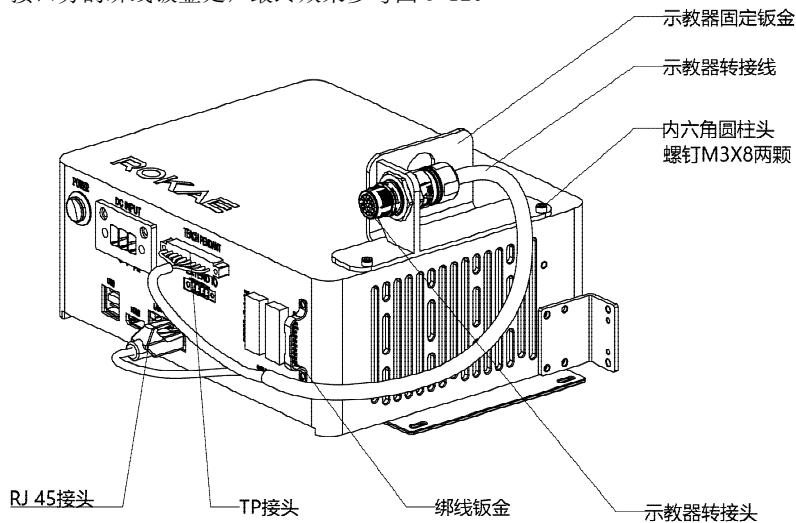
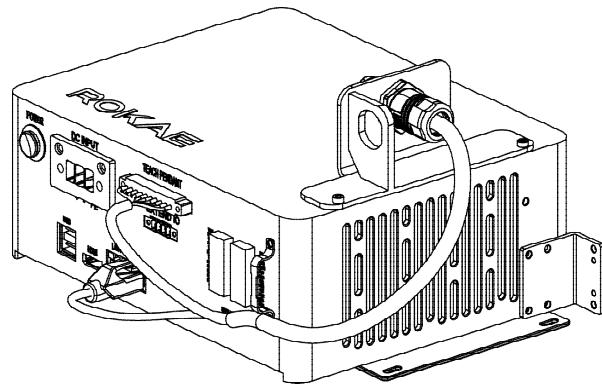

图 5-12 安装示教器转接线束
图 5-14 示教器固定钣金朝左安装示意图
(3) 将示教器转接线接头穿过钣金，并用活动扳手将示教器转接头的螺母拧紧，使示教器接头固定在钣金上面。如下图 5-12 所示。
(4) 教器转接线的 xPad 接头和 RJ45 接头分别与控制柜的 TEACH PENDANT 接口（原 xPad 接口）和 LAN2 接口对插（注意接口，请勿插错），并用扎带将插头附件的线束固定在控制柜 I/O 接口旁的绑线钣金处，最终效果参考图 5-12。
(5) 将示教器上的线缆接头，与图 5-12 所示的示教器转接头对插并锁紧，即可正常使用示教器。示教器连接示意图如下图所示。
此套方案只针对选配示教器转接线套件的用户使用。其中示教器转接插头提供两种安装方式，分别为朝前和朝左两种安装方式。图 5-12 展示的为朝前安装方式，也是示教器转接线套件的默认安装方式。朝左安装方式参考图 5-14。